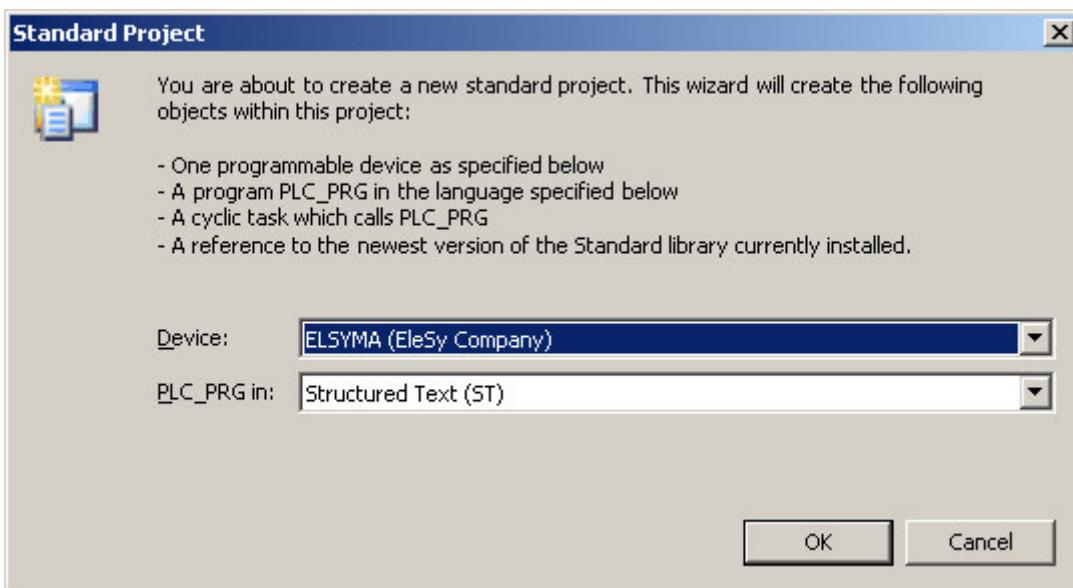

Рисунок 2.16 – Система разработки CoDeSys. Настройка стандартного шаблона проекта
5 В окне "Стандартный проект" в списке **Устройство:** выбрать контроллер **ELSYMA (EleSy Company)**, в списке **PLC_PRG на:** – язык реализации основного программного компонента **Структурированный текст (ST)** (рисунок 2.16).